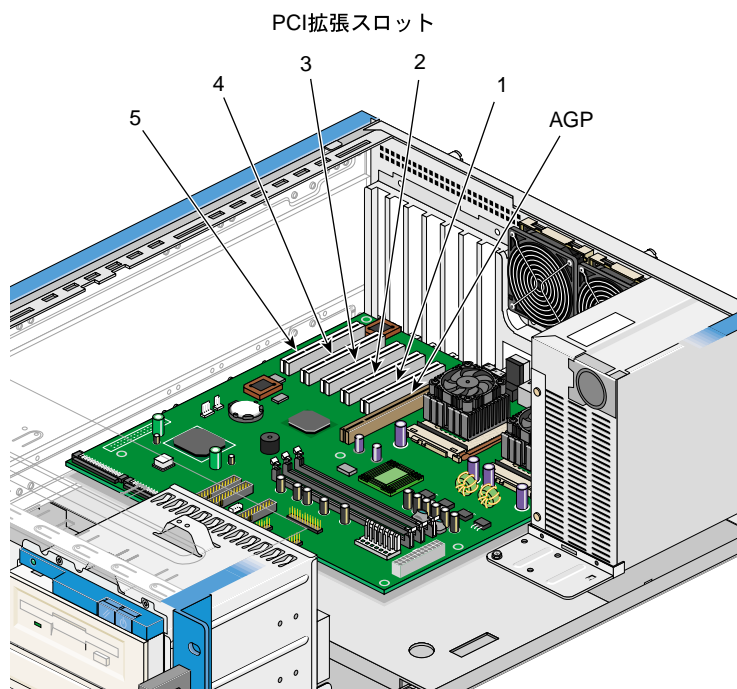

図 5-12 拡張スロット
2. マザーボードの空の拡張スロットの位置を確認します。図 5-12 に PCI スロットの番号を示します。